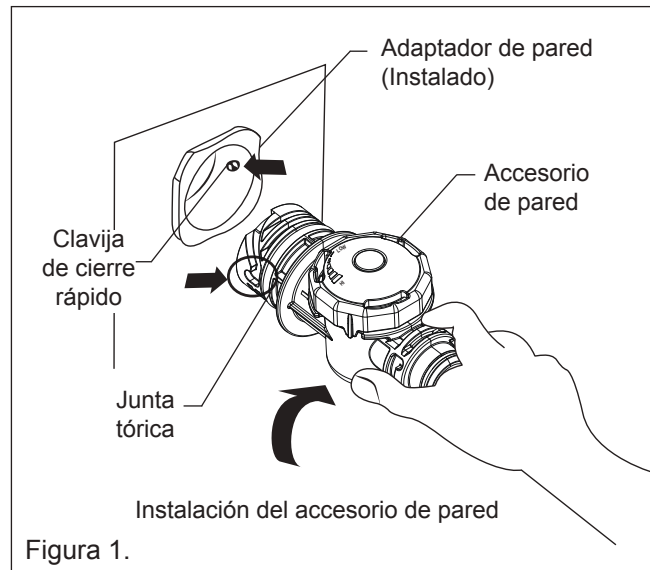

Figura 1.
4. Inserte el adaptador de accesorio de pared en el conducto de retorno enroscado 1-1/2" NPT. Apriete manualmente hasta que esté ajustado. Véase figura 1.
5. Alinee el accesorio de pared con la clavija de cierre rápido dentro del adaptador de pared. Empuje el accesorio de la pared en el adaptador hasta que toque el fondo de la pared. Gire ¼ en el sentido horario para bloquear el accesorio de pared. **Tire suavemente hacia afuera para un mejor ajuste y así engarzar las clavijas de cierre rápido.** Véase la figura 1.